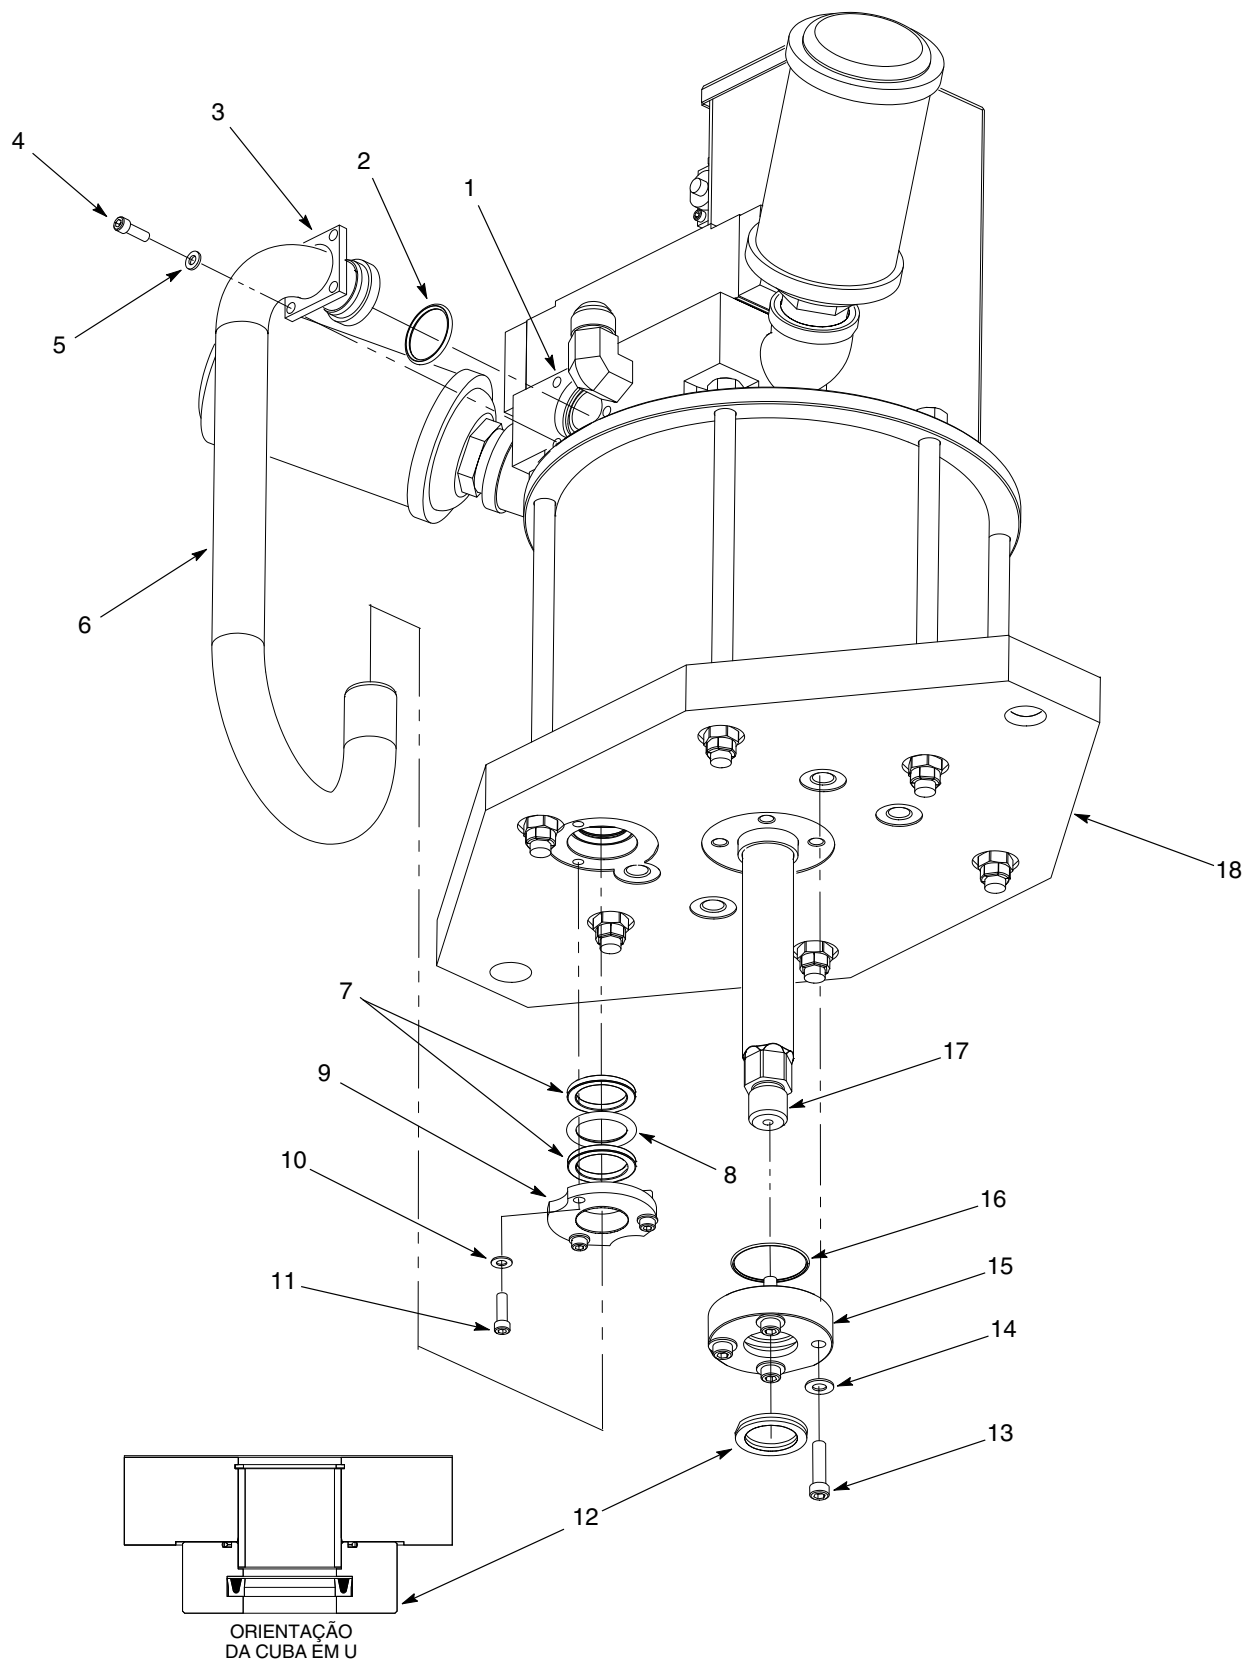

Figura 11 Substituição das juntas de vedação da placa base bem como das juntas de seção quadrangular e das juntas tóricas
1. Consulte a figura 11. Retire os parafusos (4) e as anilhas (5) que fixam o suporte superior do tubo de abastecimento (3) ao coletor de ar (1).
2. Retire os parafusos (11) e as anilhas (10) que fixam o suporte inferior do tubo de abastecimento (9) à placa base (18).
3. Retire o tubo de abastecimento (6) do coletor de ar (1) e da placa base (18).
5. Retire a junta tórica (2) do coletor de ar (1). Retire as juntas de seção quadrangular (7) e a junta tórica (8) da placa base (18). Elimine as juntas de seção quadrangular e as juntas tóricas.
1. Consulte a figura 11. Lubrifique as juntas de seção quadrangular (7) e as juntas tóricas (8) com massa lubrificante TFE. Monte as juntas de seção quadrangular e a junta tórica na placa base (18) como ilustrado.
2. Monte o suporte inferior na placa base (18) utilizando as anilhas (10) e os parafusos (11). Por enquanto aperte os parafusos apenas com a mão.
3. Lubrifique a junta tórica (2) do coletor de ar com massa lubrificante TFE e monte-a no coletor de ar (1).
4. Monte o suporte superior (3) no tubo de abastecimento de ar (6).
5. Introduza cuidadosamente a parte inferior do tubo de abastecimento de ar (6) através do suporte inferior (9) e na placa base (18).
6. Introduza cuidadosamente a parte superior do tubo de abastecimento de ar (6) no coletor de ar (1).
7. Fixe o suporte superior (3) ao coletor de ar (1) utilizando os parafusos (4) e as anilhas (5). Aperte os parafusos com 10-12 ft-lb (13-16 N•m).
8. Aperte os parafusos do suporte inferior (11) com 11-12 ft-lb (13-16 N•m).
1. Consulte a figura 11. Retire os parafusos (13) e as anilhas (14) que fixam o suporte da haste do êmbolo (15) à placa base (17).
2. Retire a junta tórica (16) e a cuba em U (12) do suporte da haste do êmbolo (15). Elimine a junta tórica e a cuba em U.
3. Lubrifique a nova junta tórica (16) e a nova cuba em U (12) com massa lubrificante TFE. Introduza a junta tórica e a cuba em U no suporte da haste do êmbolo (15), como ilustrado.
4. Monte o suporte da haste do êmbolo (15) na placa base (17), utilizando os parafusos (13) e as anilhas (14). Aperte os parafusos com 22-25 ft-lb (30-33 N•m).